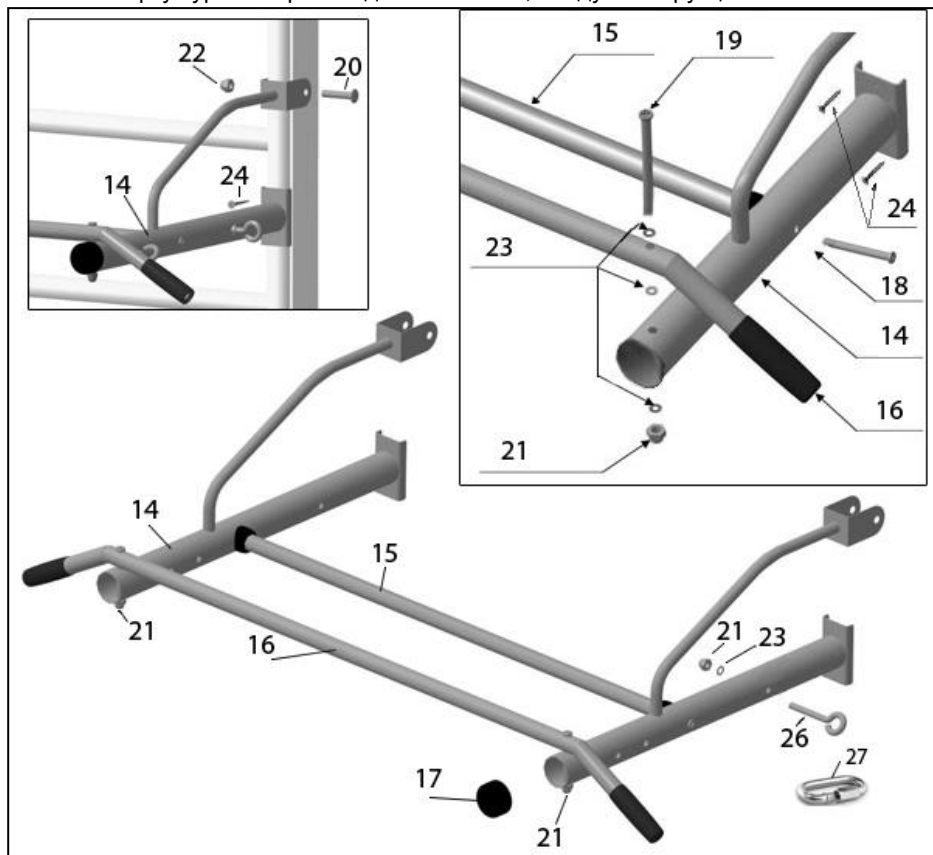

Рисунок 4
4.7 Соединить кронштейны (№14) и перекладину (№15) (рисунок 4) и закрепить между собой, используя прилагаемые винты (№18). Установить перекладину турника (№16) на кронштейнах (№14) и закрепить, используя винты (№19), шайбы (№23) и гайки (№21).